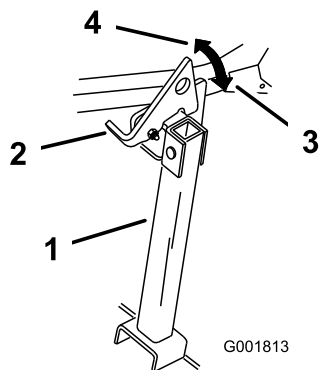

Figura 46
2. Alzate il dispositivo di chiusura per sbloccarlo (Figura 46).